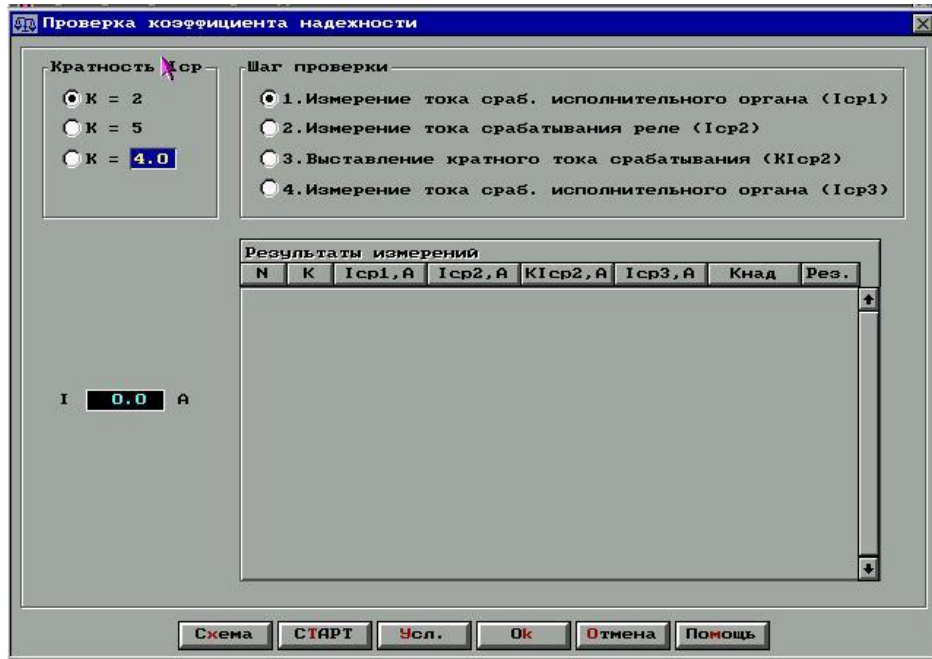

Рис. 11.11. Окно *Проверка коэффициента надежности реле*
**Проверка коэффициента надежности реле.** В панели управления нажмите кнопку Проверка коэффициента надежности реле. Программа выведет на экран рабочее окно (рис. 11.11).